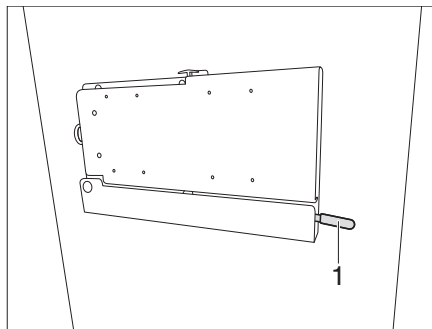

Bild 141 Halterung mit Gelenkarm (Variante 3)
- Hebel (Bild 141,1) nach unten drücken.
- Hebel (Bild 141,1) zur Arretierung wieder nach oben schieben.